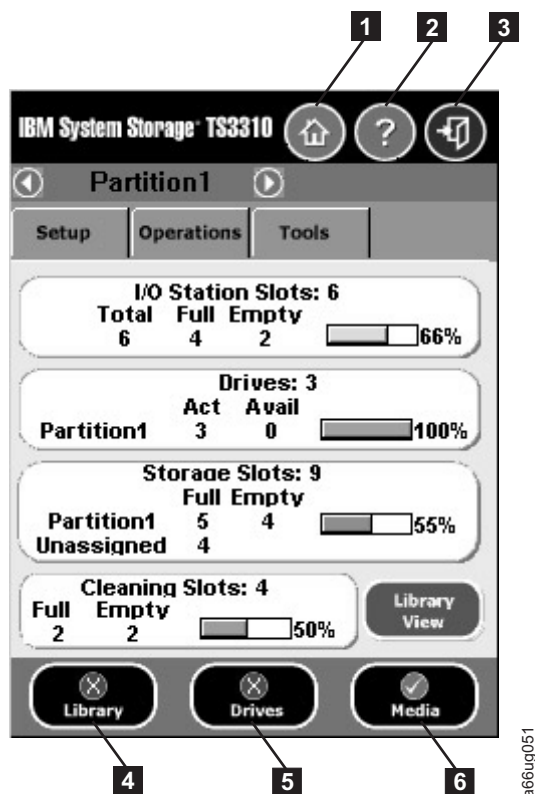

Рисунок 5-1. Общие элементы заголовков и кнопки состояния подсистемы панели управления
- **Home (Домой)** (1 на рисунке рис. 5-1) - открывает меню по умолчанию **Capacity View (Емкость)**, из которого можно переключиться на меню **Library View (Библиотека)**.
- **Help (Справка)** (2 на рисунке рис. 5-1) - контекстная справка по связанной странице
- **Logout (Выход)** (3 на рисунке рис. 5-1) - возможность выхода из системы
- Кнопка **Library (Библиотека)** (4 на рисунке рис. 5-1)- открывает меню выбора библиотеки, затем - меню запросов на вмешательство оператора для библиотеки.
- Кнопка **Drives (Накопители)** (5 на рисунке рис. 5-1)- открывает меню запросов на вмешательство оператора для накопителей.
- Кнопка **Media (Носители)** (6 на рисунке рис. 5-1)- открывает меню запросов на вмешательство оператора для носителей.